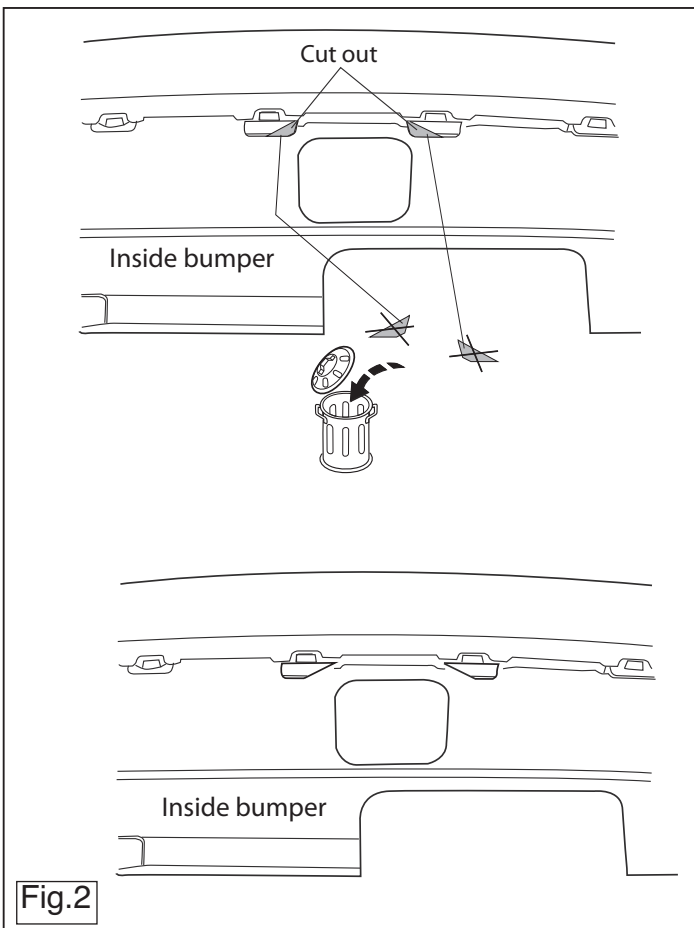

Fig.2
7. Saw out the portions as indicated in fig. 2.
7. Gemäß Abb. 2 die angegebenen Teil heraussägen.
7. Scier les parties indiquées conformément à la figure 2.
7. Säg ut delarna enligt fig. 2.